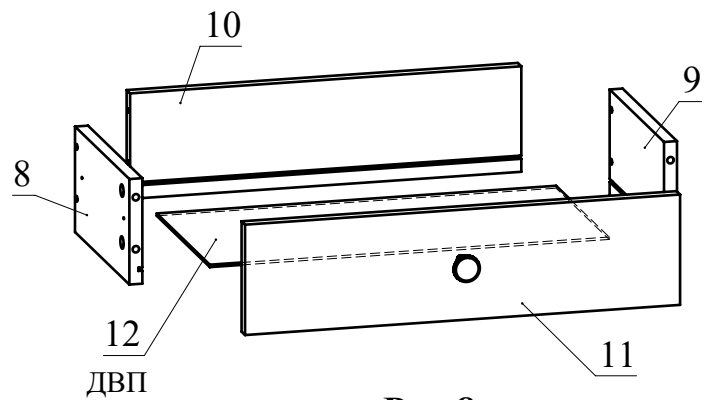

Рис.8
7. **Соберите ящик.** Для этого соедините детали 8 и 9 с деталью 10 при помощи конфирматов. Вставьте дно ящика 12 из ДВП в пазы деталей 8, 9, 10. Соедините фасад ящика 11 с полученной конструкцией и затяните головки минификсов (Рис. 8). Прикрутите ручку к фасаду при помощи винта М4х20 (Рис. 8).